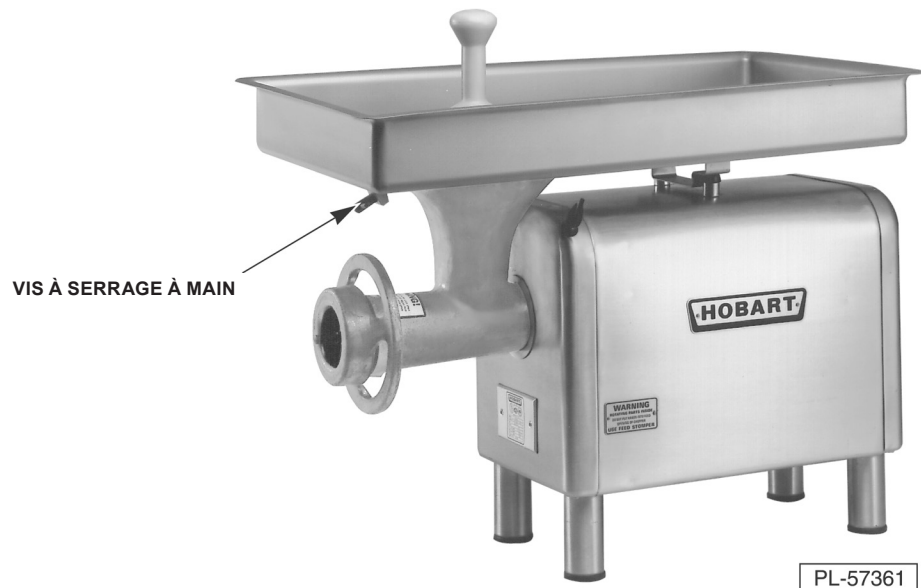

Fig. 2
**REMARQUE:** s'il s'agit d'un hachoir 4822 équipé d'un cylindre en forme d'entonnoir, vissez solidement la vis à serrage à main (Fig. 2) fixant le bac d'alimentation au cylindre.